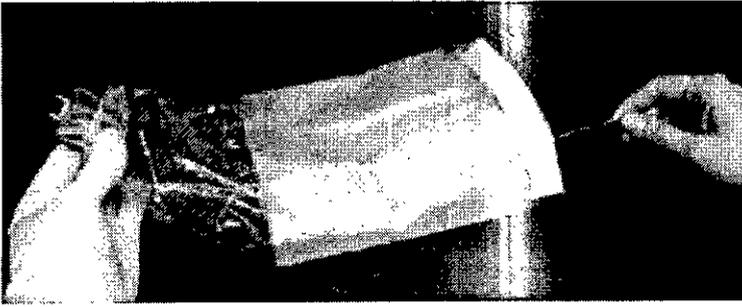

Figura 16
7. Tome las bandas elásticas y extiéndalas sobre el conjunto, utilizando por lo menos dos envolturas. (Ver Figura 15). Tenga cuidado de alisar cualquier arruga de la superficie plana coincidente mientras hace esto. No toque los pasadores o la placa del posicionador. Asegúrese de que las envolturas están encima de las pestañas del conjunto para evitar el deslizamiento. (Ver Figura 16)